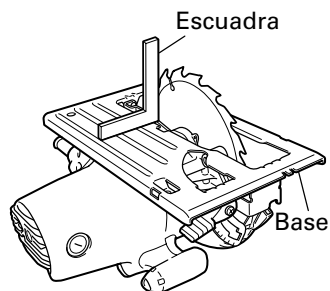

Fig. 21
- (1) Gire la cara de la base hacia arriba (Fig.21), y afloje la perno de aletas.